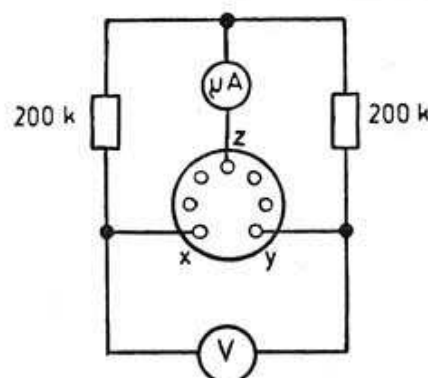

Fig. 1
- Mikroamperemeter mit Nullpunkt in der Mitte an Buchsen X-Y und Z gemäß Fig. 1 anschließen.